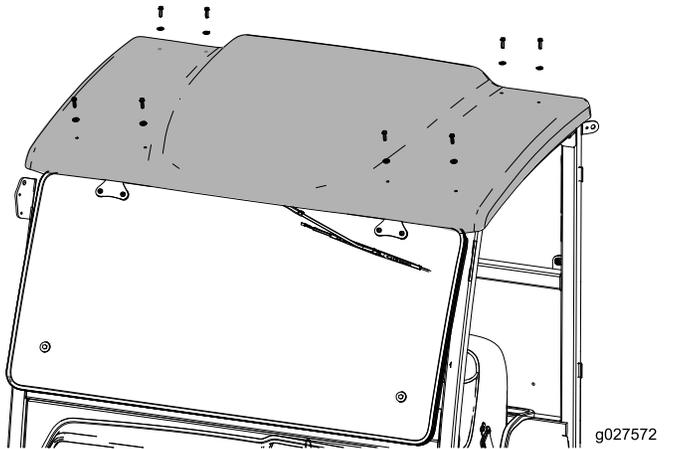

Bild 1
5. Entfernen Sie die Schrauben, mit denen die Oberseite der Kabine (Bild 1) befestigt ist, und heben Sie die Oberseite der Kabine vorsichtig ab.
Hinweis: Ihre Kabine sieht ggf. anders als die abgebildete aus. Sie müssen ggf. weitere Schrauben entfernen, die nicht in Bild 1 abgebildet sind.